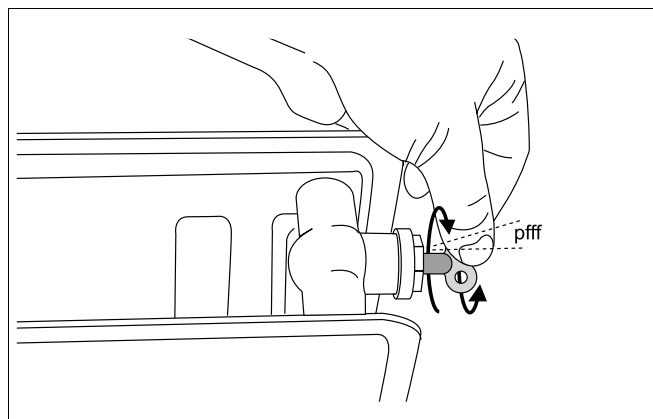

Fig. 69 Aerisiți instalația de încălzire
- Aerisiți instalația de încălzire prin supapele de aerisire de la calorifere. Începeți pentru aceasta la etajul cel mai de jos al clădirii și apoi continuați de fiecare dată cu un etaj mai sus (Fig. 69).